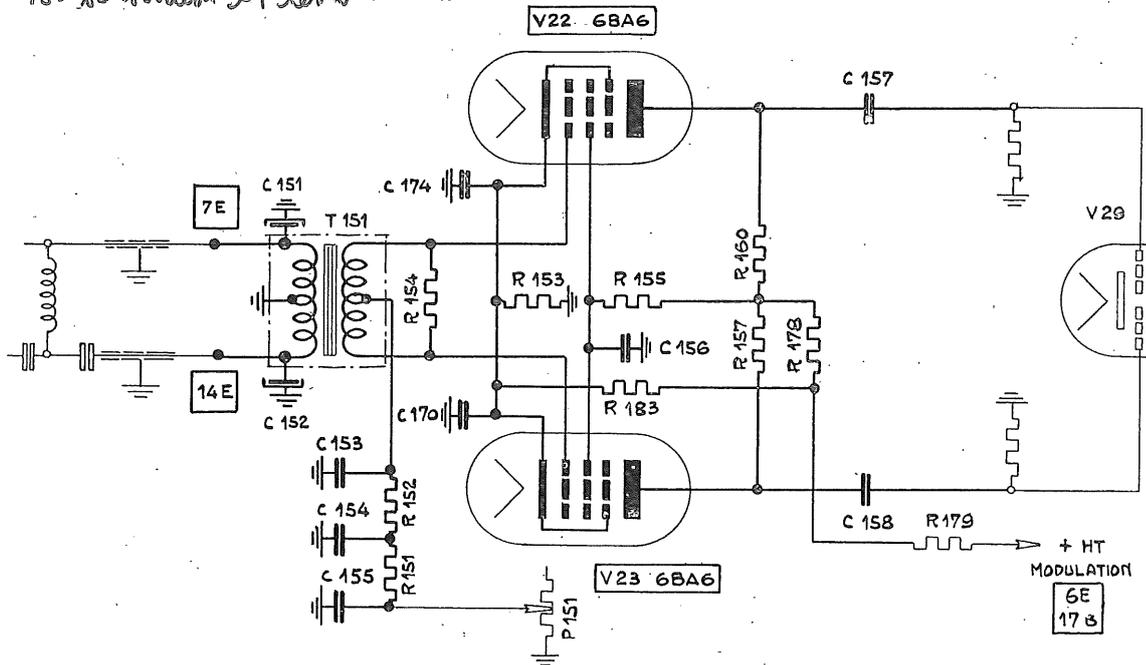

Fig. 21 - *Préamplificateur*
b) *Préamplificateur* (fig. 21).